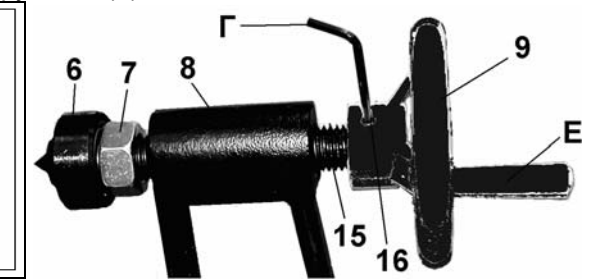

Рис.4.
8.3. Как показано на Рис.4, ручку (Е) вкрутите в резьбовое отверстие маховика (9). Установите маховик (9) на пиноль (15) и закрепите винтом (16), используя шестигранный ключ (Г), Рис.1.4.